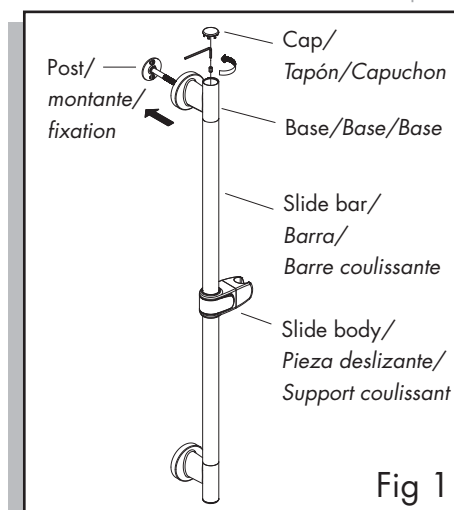

Fig 1
1. Remove cap. Using hex wrench (supplied), loosen set screw and remove post from slide bar base (Fig 1).
1. Quite el tapón. Utilice la llave hexagonal provista para aflojar el tornillo de presión y quite la sujeción de la base de la barra (fig. 1).
1. Enlever le capuchon. À l'aide de la clé hexagonale (fournie), desserrer la vis de pression et retirer la fixation de la base de la barre (fig. 1).